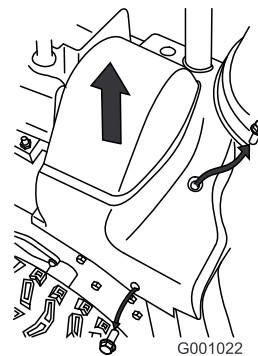

Рисунок 36
2. Поднимите правую сторону крышки ремня (Рисунок 36).